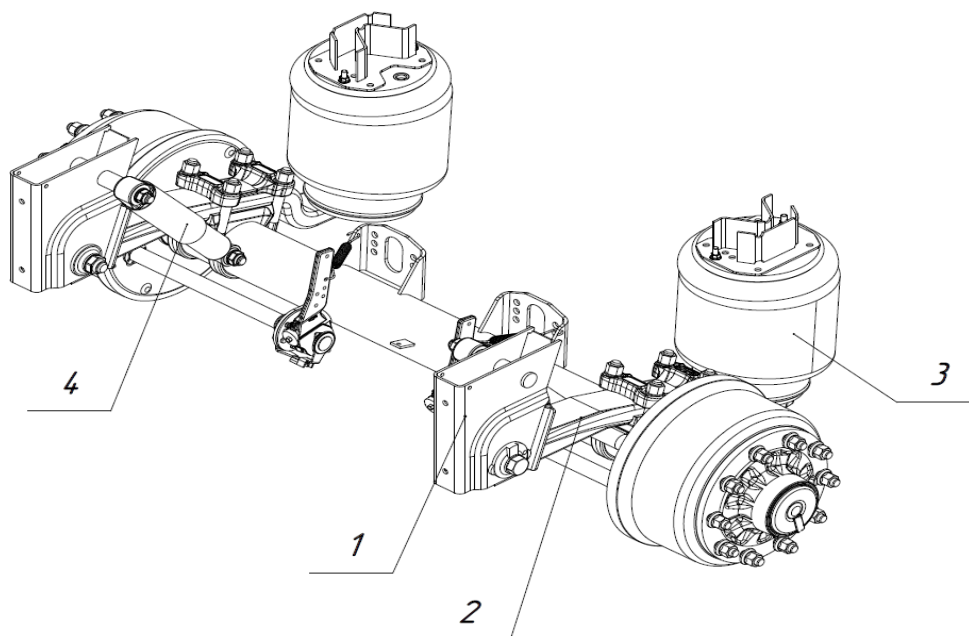

Рис. 1.5 - Осевой агрегат на пневмоподвеске
Пневматическая подвеска (рис. 1.5.) состоит из кронштейнов подвески (1), рессор (2), амортизаторов (4), пневмобаллонов (3) и пневмосистемы, состоящей из накопительных ресиверов, клапанов, датчиков уровня и трубопроводов подачи воздуха к пневмобаллонам.